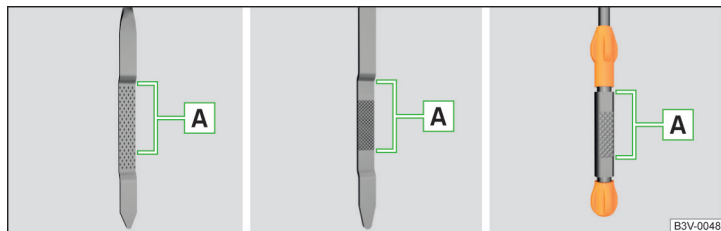

Fig. 161 Modelos de varillas del nivel de aceite
El nivel de aceite tiene que situarse en la zona **A** » fig. 161. Si el nivel de aceite se encuentra por debajo de la zona **A** se debe rellenar aceite.
- El nivel de aceite no debe estar nunca fuera de la zona **A** » fig. 161 - ¡Existe riesgo de daños del motor, así como en el sistema de gases de escape!